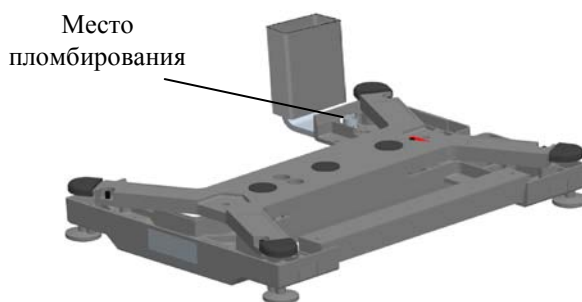

Рис. 14.1 - Пломбирование весов
- опломбировать весы (Рис. 14.1).